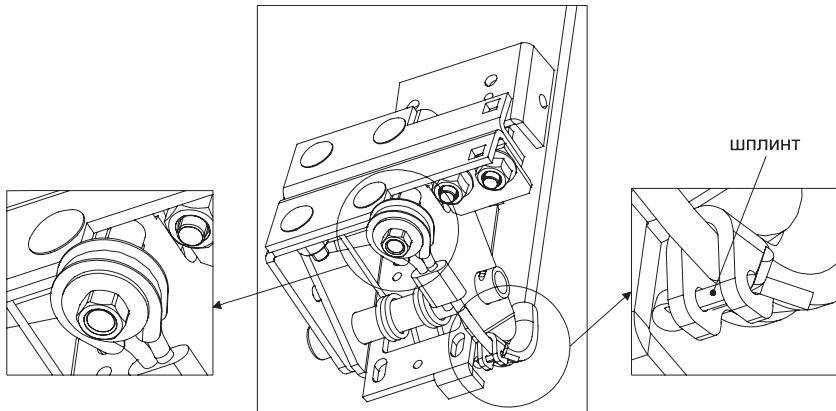

Рис. 27.4
8) надеть петли тросов на резьбовые пальцы нижних кронштейнов (рис. 27.4). Петлю троса разместить между двумя шайбами. Для фиксации троса на резьбовой палец установить гайку. При сборке следует обратить внимание на то, чтобы трос находился в специальном ручье нижнего кронштейна. Для предотвращения выхода троса из ручья необходимо установить шплинт;